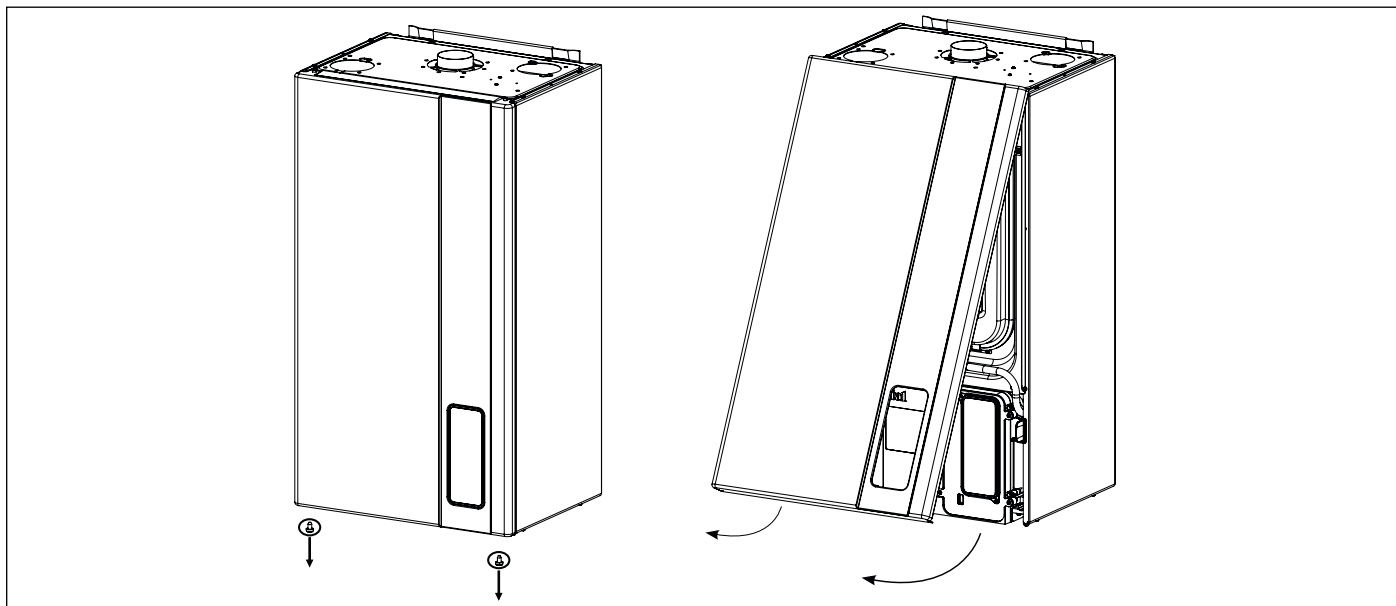

Fig. 43 Apertura revestimiento frontal
- Quitar el panel delantero exterior de la caldera (ver Fig. 43 Apertura revestimiento frontal).